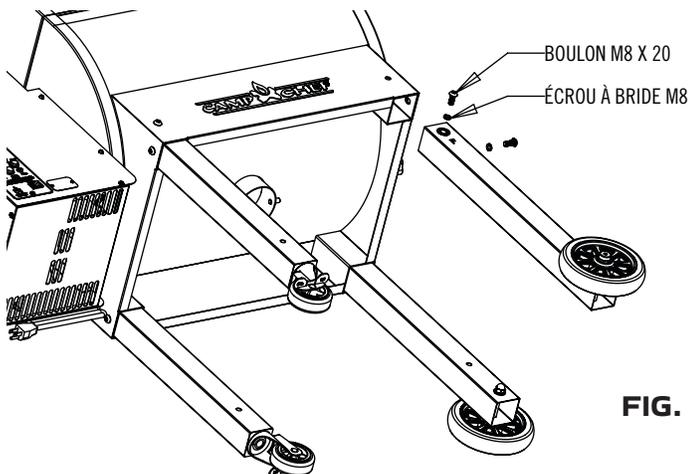

FIG. 1
2. Monter chacun des 4 pieds comme indiqué sur la Fig 1. S'assurer que les pieds équipés de roulettes sont attachés du côté droit du barbecue, les roulettes se trouvant vers l'extérieur.